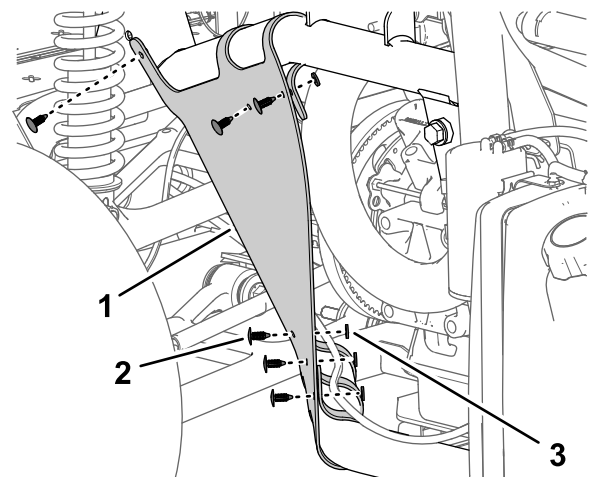

Figura 10
4. Retire las 6 grapas y 5 arandelas (9/16" x 1/2") que sujetan el panel interior del guardabarros al bastidor de la máquina (Figura 10).